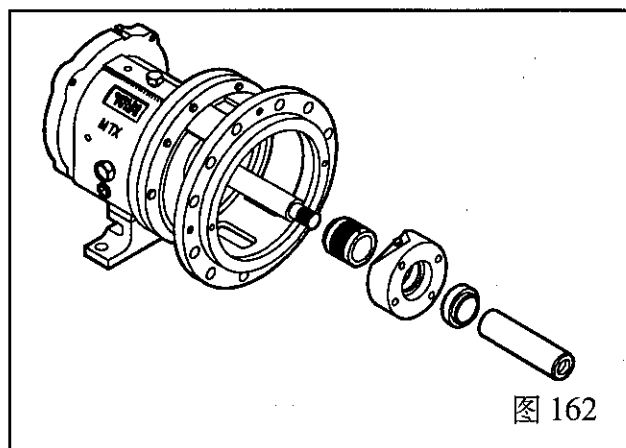

图 162
12. 在轴或轴套上装进压盖, 然后再装入静环和垫片(图162)。